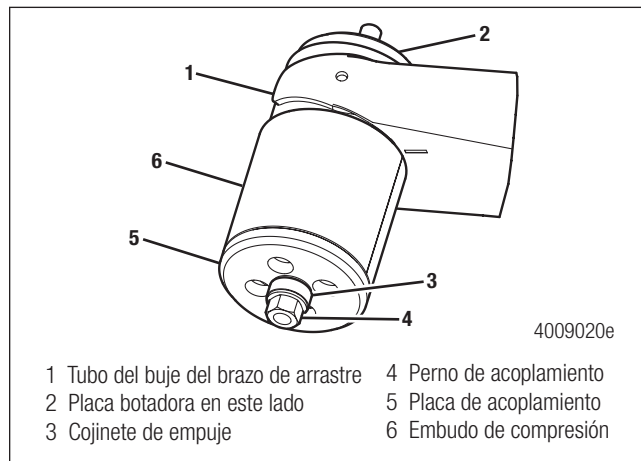

Figura 7.14
- Ajuste el perno de acoplamiento y asegúrese que el embudo de compresión quede bien asegurado contra el tubo de buje del brazo de arrastre. Figura 7.14. El cojinete de empuje debe quedar libre para girar en todo momento. Meritor recomienda lubricar las roscas de los pernos de acoplamiento y entre el cojinete de empuje y las arandelas planas con grasa para cojinetes, como, por ejemplo, Shell Darina Grease 1 o equivalente, antes de cada cambio de buje.